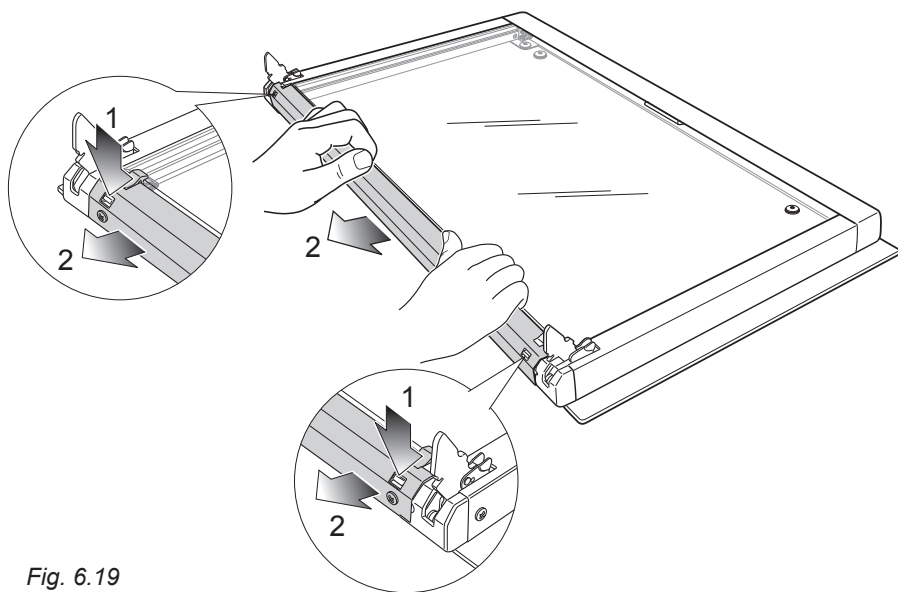

Fig. 6.19
**IMPORTANTE:** La porta del forno deve essere appoggiata in posizione orizzontale come illustrato in fig. 6.19.